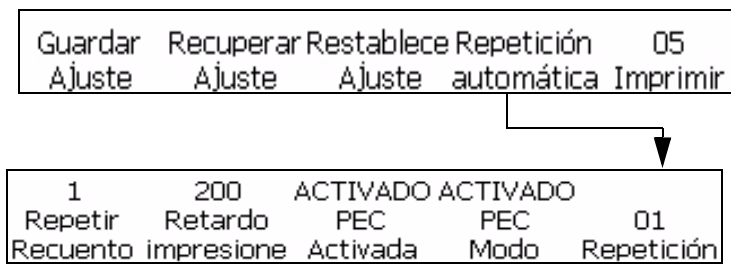

Figura 4-27: Marco <01 Repetición>
- 1 Desplácese hasta el marco <05 Imprimir> (01 Edición > 02 Edición > 03 Edición > 04 Edición - Imprimir Ajuste > 01 Imprimir > 02 Imprimir > 03 Imprimir > 04 Imprimir > 05 Imprimir). Consulte la Figura 4-27.